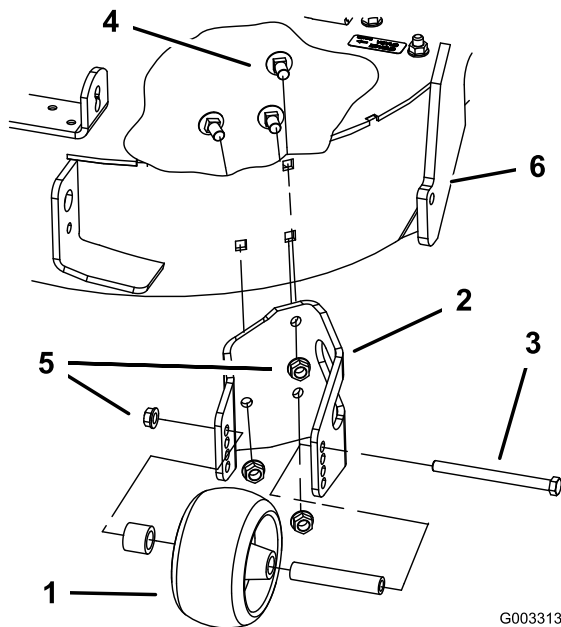

Bild 4
2. Entfernen Sie die Antiskalpierrolle von der Halterung; lösen Sie hierfür die Bundmutter (3/8") den Achsbolzen (3/8" x 4-1/2"), wie in Bild 4 abgebildet. Bewahren Sie alle Befestigungen auf.
3. Entfernen Sie die drei Schlossschrauben (3/8" x 3/4") und Bundmutter (3/8"), mit denen die Halterung am Mähwerk befestigt ist (Bild 4). Bewahren Sie alle Schrauben auf.